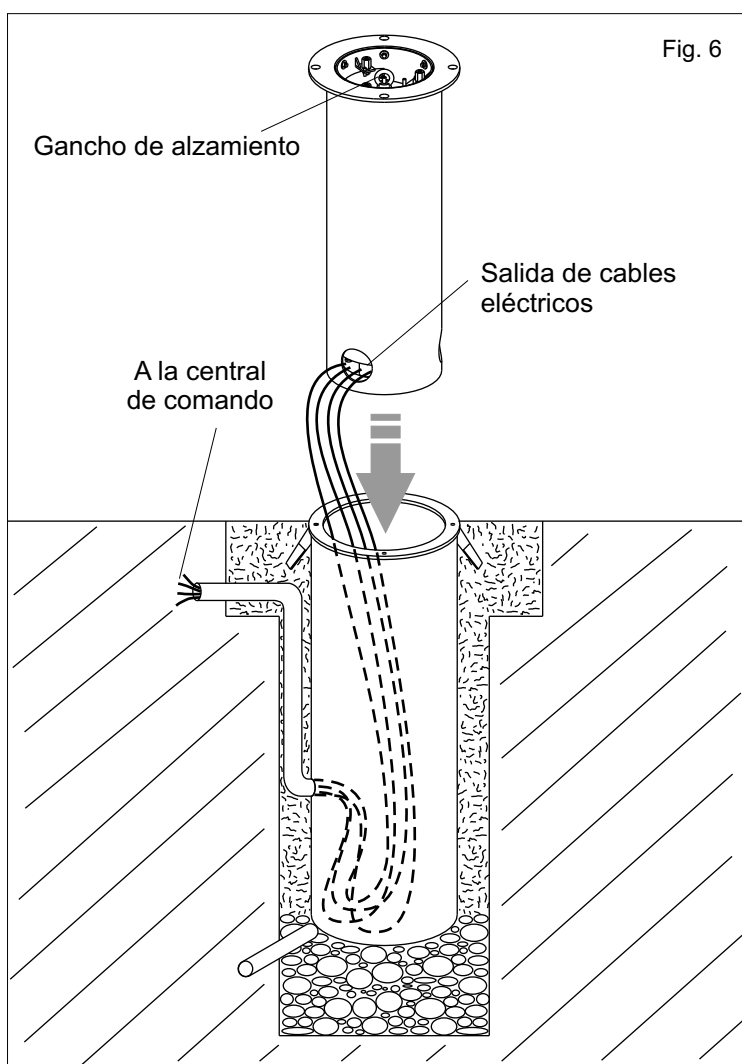

Fig. 6
2.2. Utilizando el gancho de alzado, insertar el dispositivo en el alojamiento (Fig. 6).